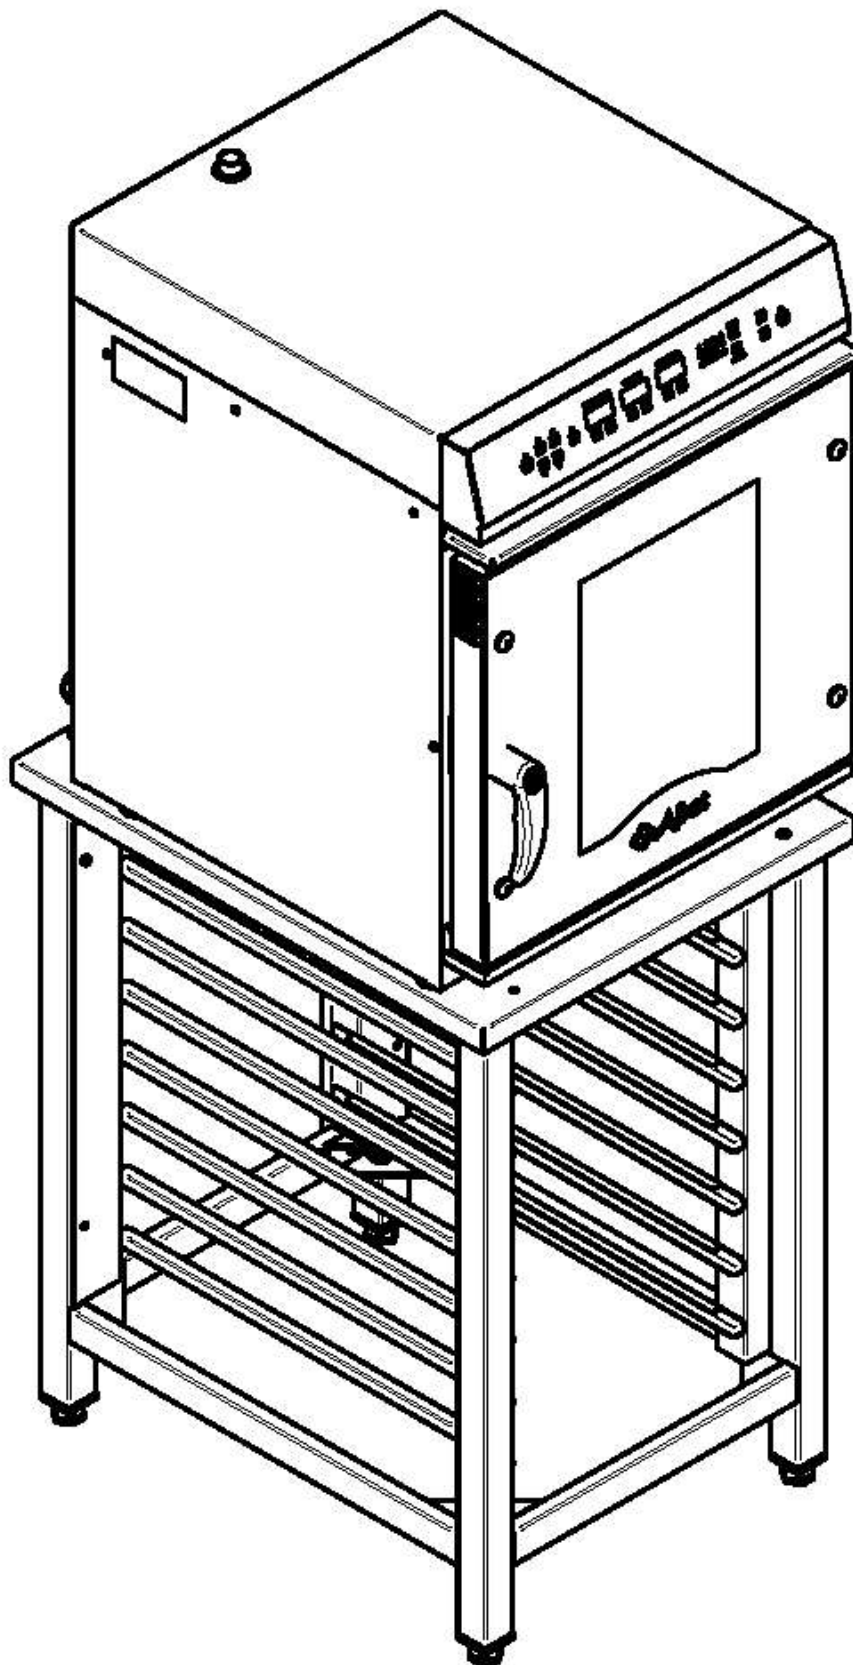

Рис.5. Пароконвектомат, установленный на подставку ПК-8-02.
- установите пароконвектомат на стол или подставку (см. рис.5) ПК-8-02 для ПКА6-1/2П (завод изготовитель АО «Чувашторгтехника» г. Чебоксары, код для заказа 110000009828), ПК-6-13 для ПКА6-1/3П (завод изготовитель АО «Чувашторгтехника» г. Чебоксары, код для заказа 11000008419), ПК-6-23 для ПКА6-2/3П и ПКА10-2/3П (завод изготовитель АО «Чувашторгтехника» г. Чебоксары, код для заказа 11000160517);